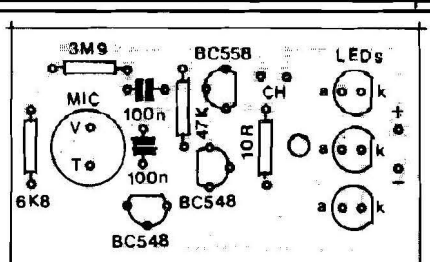

Fig. 4
- **FIG. 4** - "CHAPEADO" DA MONTAGEM - A quantidade de peças é pequena, porém muitos dos componentes são polarizados, exigindo posição única e certa para conexão à placa... É o caso dos